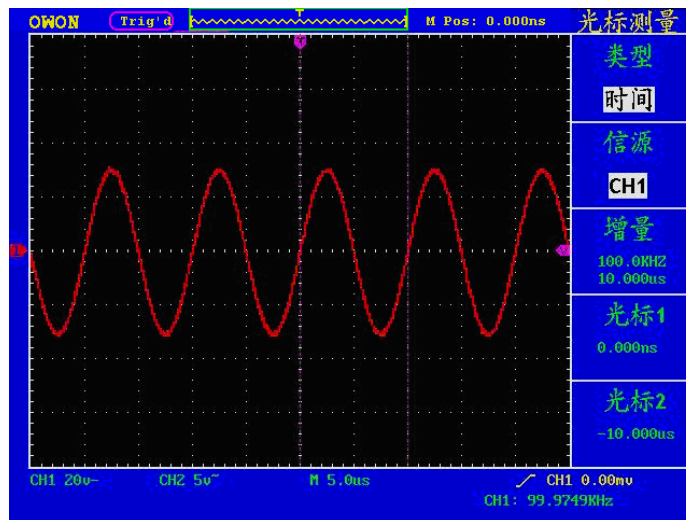

图5-47：时间光标测量波形
- 4、根据被测波形调整光标1、光标2的位置，增量窗口显示光标1和光标2之间的周期和频率。光标1窗口显示光标1当前的位置，光标2窗口显示光标2当前的位置。见图5-47：